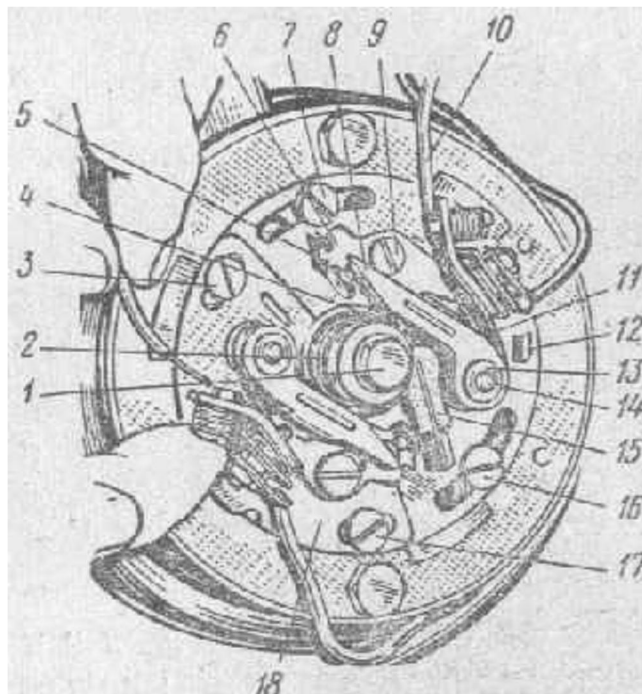

Рис. 88, Прерыватель мотоцикла ЯВА-350:
2. Отсоединить провода от клемм реле-регулятора (клеммы 51, 61 и 1А на мотоцикле ЯВА-250 и клеммы 51, 61, 1А и 1В на мотоцикле ЯВА-350). У последних моделей мотоциклов провода 1А и 1В подсоединены не к клеммам на щитке реле-регулятора, а непосредственно к прерывателям. Надавливая на выступающий конец спиральной пружины, укрепленной на основании подвижного контакта, вынимают провод (рис. 88).